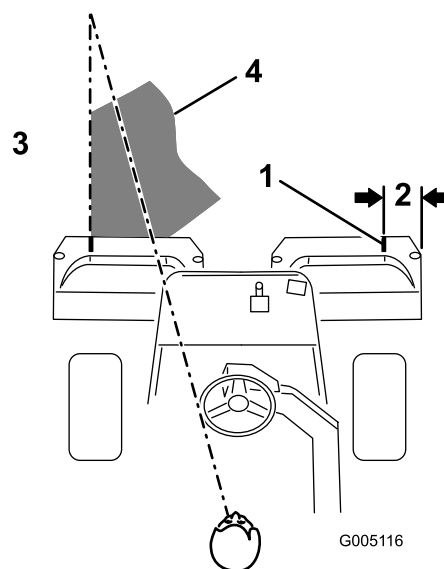

Figura 31
**Notă:** Pentru a ajuta la meninerea unei linii drepte de-a lungul zonei verzi i meninerea mainii la o distanță egală de marginea tăieturii anterioare, imaginați-vă o linie vizuală cu aproximativ 1,8 până la 3 m înaintea mainii până la marginea porii netăiate a zonei verzi (Figura 31). Includeți marginea exterioară a volanului ca parte a liniei vizuale; adică inei marginea volanului aliniată cu un punct care este meninut întotdeauna la aceeași distanță față de partea din față a mainii.